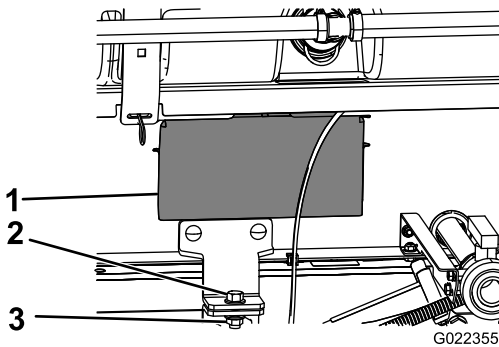

図 26
- スキッドフレームの両側についているアクセスパネルを外す (図 26)。
- タンク台アセンブリをフレームの左右にある荷台ブラケットに固定する ボルト ½ x 1½" 1本、ロックナット ½" 1個を使用して 図 26 のように取り付ける。